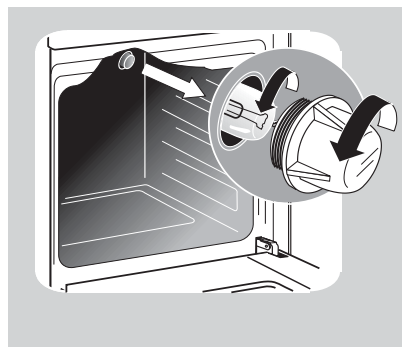

Рис. 22
- Открутите стеклянный плафон (рис. 22)